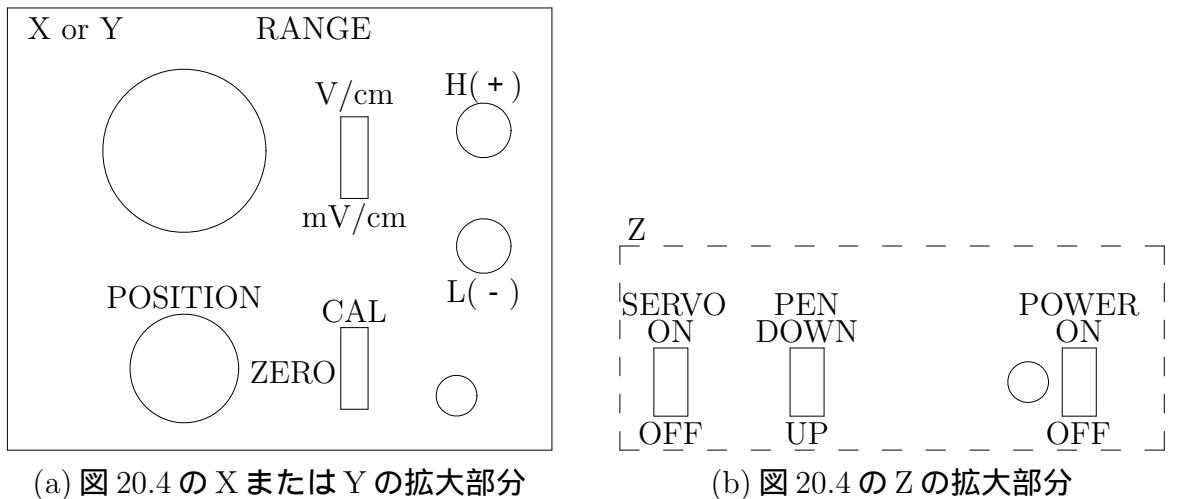

図 20.5: X-Y レコーダ部分拡大図
1. 電源コードを接続する前に POWER スイッチが OFF(図 20.5(b) 参照) を確認する。
2. PEN UP-DOWN スイッチが UP(図 20.5(b) 参照) を確認する。
3. X 軸と Y 軸の SERVO ON-OFF スイッチが OFF(図 20.5(b) 参照) を確認する。
5. CAL-ZERO スイッチが ZERO(図 20.5(b) 参照) を確認する。
1. POWER スイッチが ON(図 20.5(b) 参照) にする。
1. X 軸と Y 軸の SERVO ON-OFF スイッチを ON(図 20.5(b) 参照) にする。